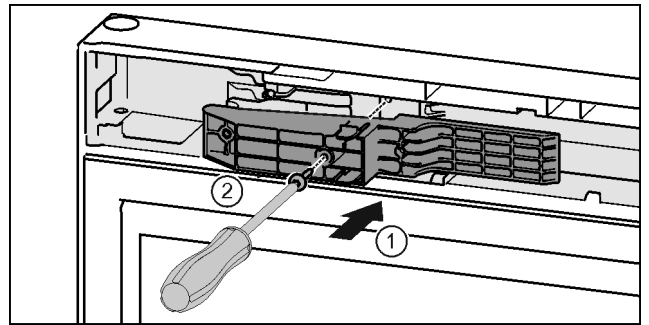

Fig. 46\*
- ▶ Adapterstück auf der Griffseite in die Aussparung einsetzen.\* Fig. 46 (1)
- ▶ Schrauben mit Schraubendreher T15 festschrauben.\* Fig. 46 (2)